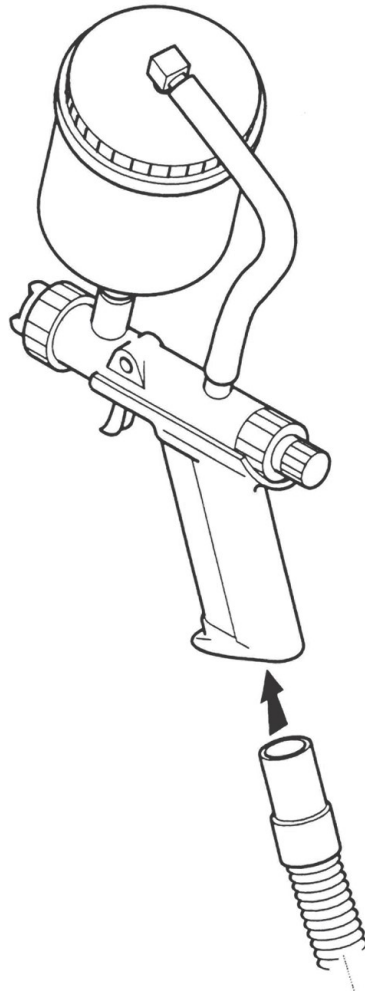

Abb. 2
- Luftschlauch des **ABAC**-Niederdruckgebläses in den Isoliergriff der Spritzpistole einstecken (Abb. 2).